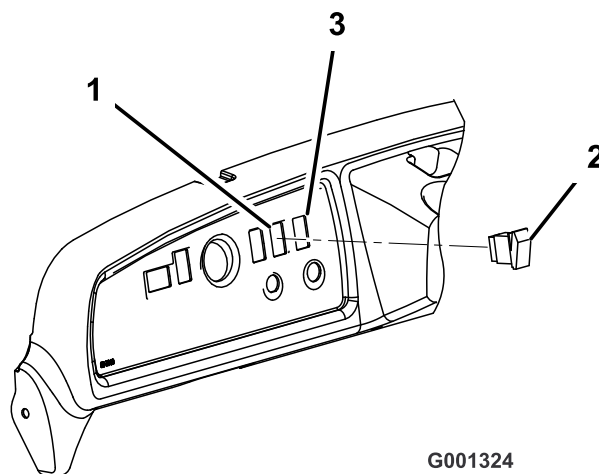

図 6
2. ダッシュボード上の打ち抜きプラグ（ステアリングタワーよりも右側、キースイッチの上面にあるもの）を打ち抜いて外す（図 6）。
5. 荷台昇降スイッチの上パドルを押してアクチュエータを伸ばす (図 6)。
6. 上パドルが 12 位置になるようにして、荷台昇降スイッチをダッシュボードの穴に取り付ける (図 6)。